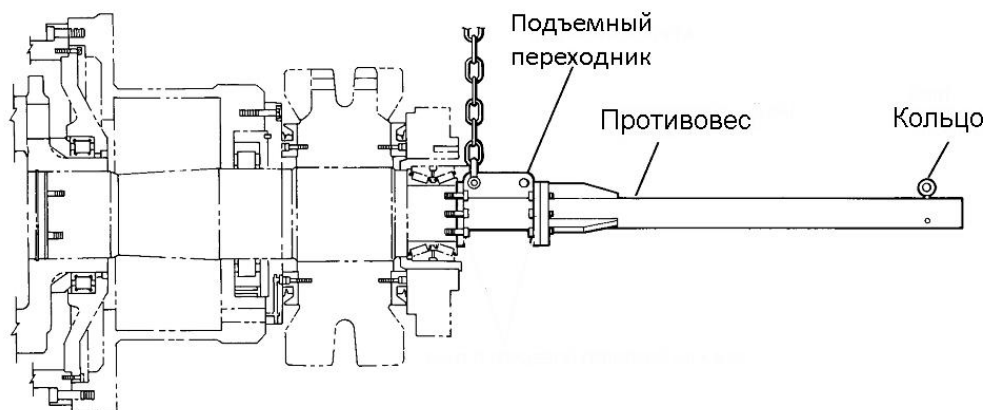

Рисунок 12-23. Снятие ведущего вала
10. Установите подъемный переходник и противовес для уравнивания веса вала (см. рисунок 12-23);